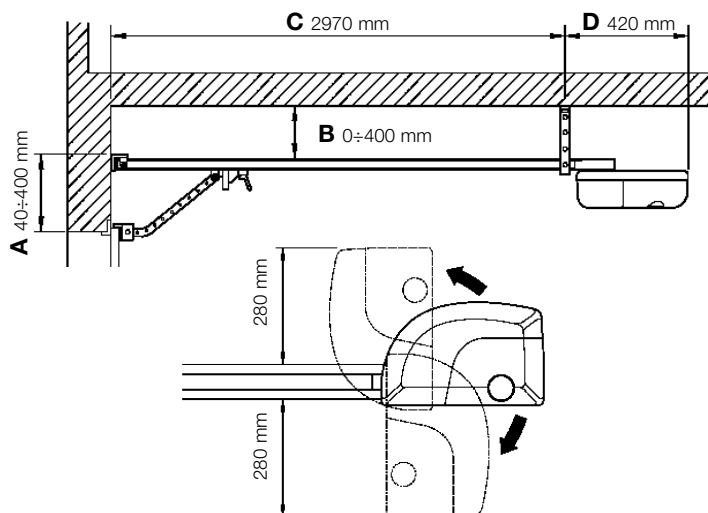

Abbildung 8
- Prüfen, dass die auf Abbildung 8 gezeigten minimalen und maximalen Räume vorhanden sind.